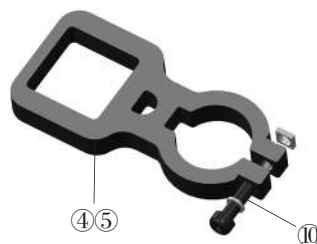

图 2.8.1 双臂支架侧装—带减振器安装方式(SCJ)
A.根据计算的安全距离和高度位置在设备两侧选择适当位置,按图 2.8.1.A 所示尺寸钻孔攻丝,用 M8×25 内六角螺钉⑧将支架座②固定到设备床壁上。
B.将双臂钢管③插于支架座②的圆孔内,将其调整至适当的高度,用 6# 内六角扳手适当拧紧支架座上的 M8×25 内六角螺钉⑨。
C.在每根双臂钢管③上面套装 KS 型管装固定夹④⑤,首先调整下方的 KS 型管装固定夹⑤至保护光幕区域下边沿 42.5mm 左右处,用 4# 内六角扳手适当拧紧 KS 型管装固定夹⑤上的紧固螺钉⑩。
D.将 KS02 型下减振器⑦套入发光器、受光器带接插件一端,KS02 型上减振器⑥套入另一端,注意减振器的方向(内部端面上箭头指向通光面)。
E.将发光器、受光器①带减振器对应装入双臂钢管③上的 KS 型管装固定夹,用 4# 内六角扳手适当拧紧 KS 型管装固定夹④上的紧固螺钉⑩。